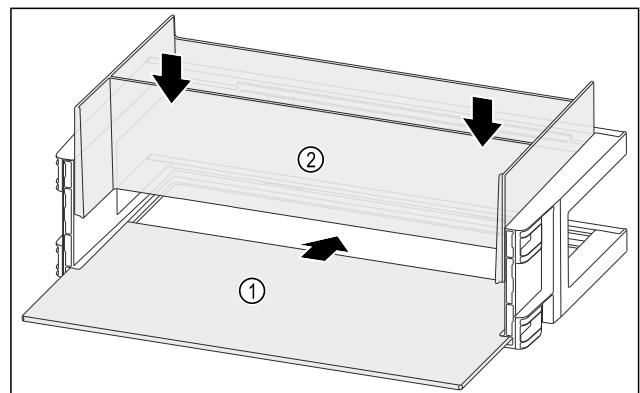

Fig. 98
- Odkládací plochu Fig. 98 (1) zasuňte do bočních vybrání.
- Organizér Fig. 98 (2) vložte.